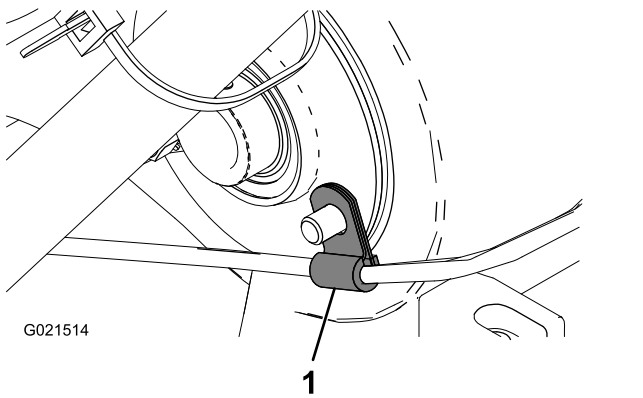

Figura 5
- Usando el clip del cable de acelerador existente, sujete el cable de acelerador nuevo a la parte trasera de la carcasa del diferencial (Figura 5).